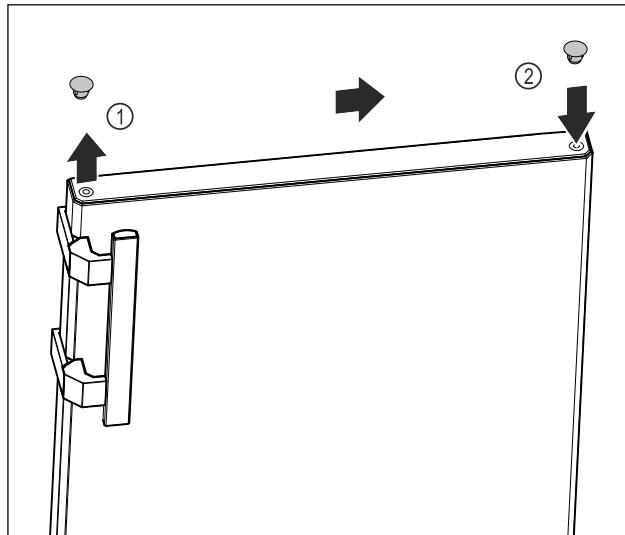

Fig. 13
► Paceliet uzmanīgi ar plakano skrūvgriezi nosedzošo aizbāzni durvju virspusē Fig. 13 (1).
► Ievietojiet nosedzošo aizbāzni pretējā pusē. Fig. 13 (2)